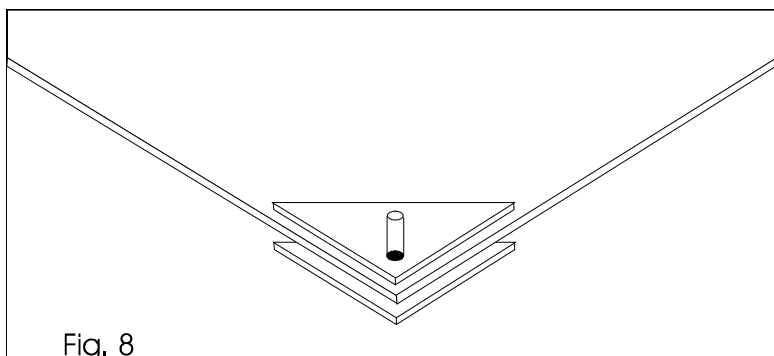

Fig. 8
12. Fixer ces deux parties triangulaires à la partie de la porte par un tourillon de bois de 6 mm en perçant un trou de 6 mm de diamètre dans les trois planches. Attention, le tourillon doit tourner dans la partie centrale (le trou doit donc être un peu agrandi) et les 2 petits triangles doivent, eux, être collés (fig 8).